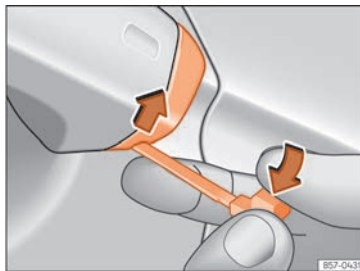

Abb. 83 Fahrtürgriff: Abdeckkappe abhebeln.
- Den Notschlüssel am Fahrtürgriff in die untere Öffnung der Abdeckkappe stecken »» **Abb. 83** und die Abdeckkappe von unten nach oben anheben.